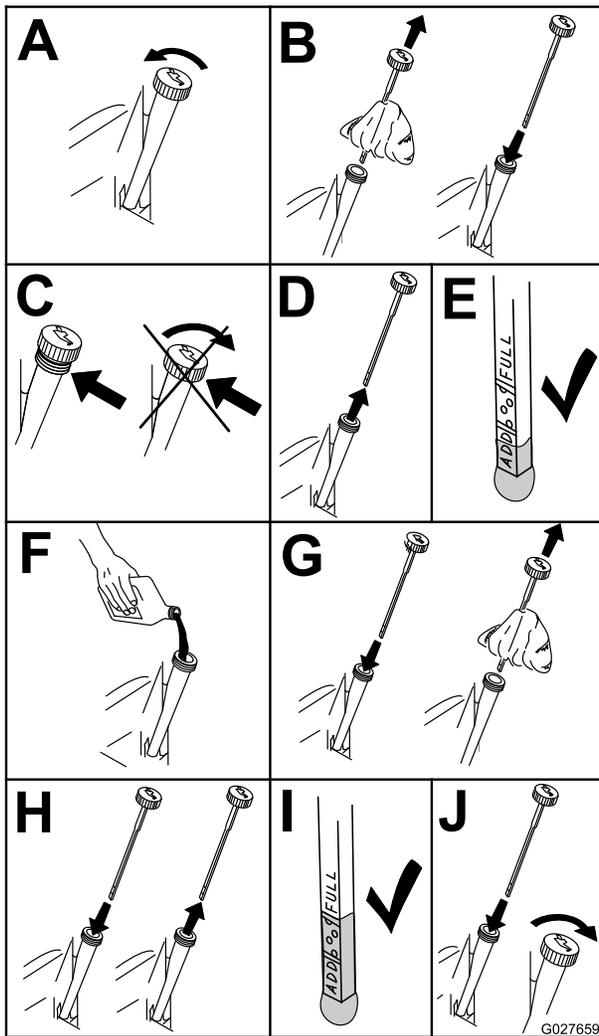

Figure 43
2. Avant de quitter la position d'utilisation, coupez le moteur, enlevez la clé de contact et attendez l'arrêt de toutes les pièces mobiles (Figure 43).